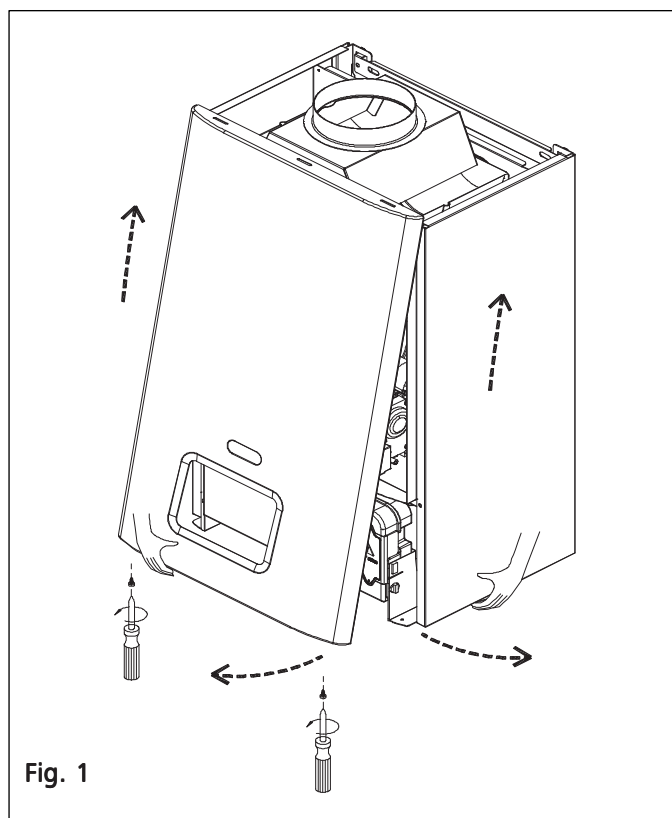

Fig. 1
- а. Открутите фиксирующие винты (см. рис. 1).
- Снимите переднюю панель (рис. 1).
- Откройте сливной кран системы (см. рис. 1).
- Если слив необходим только для котла, закройте подающие/обратные запорные краны в контуре отопления и откройте сливной кран, расположенный в нижней части котла на насосе (см. рис. 1).